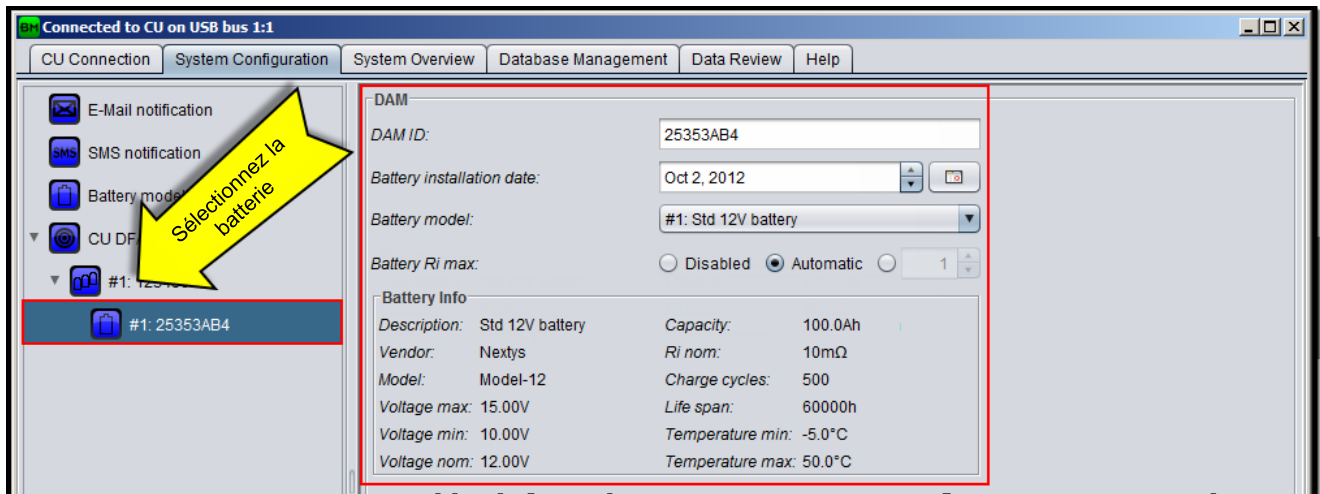

Figure 29 : Configuration des batteries
2. Sélectionnez l'icône de la chaîne ajoutée comme illustré à la Figure 29 et remplissez les champs suivants :
5. Sélectionnez l'icône de la batterie ajoutée comme illustré à la Figure 29 et remplissez les champs comme expliqué au §7.4.2.